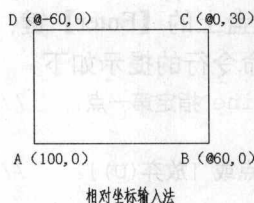

图 1-9 用相对坐标绘制的矩形
(2) 在命令行输入“L”，然后按【Enter】键执行直线命令，用相对坐标绘制矩形时，要依次定出 ABCD 4 个顶点，具体图形如图 1-9 所示。